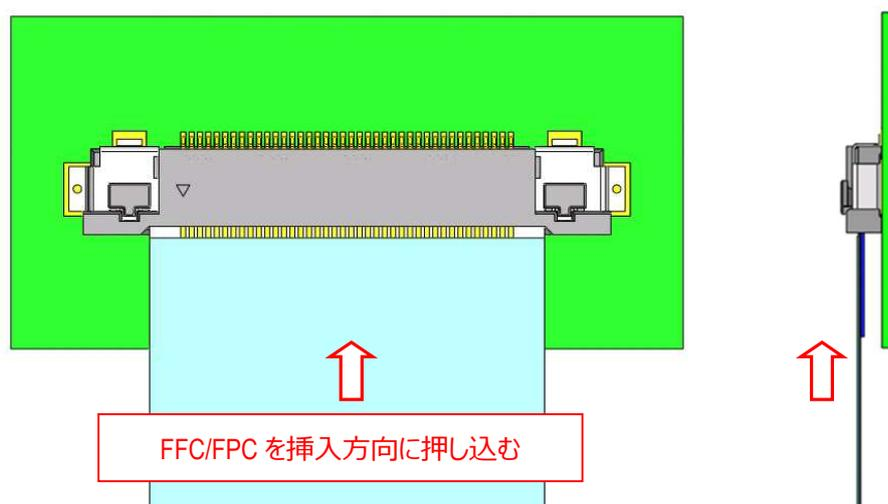

図. 3-1 FFC/FPC 抜去方法 1
- ① 図 3-1 の様に、一旦 FFC/FPC を挿入方向にしっかりと押し込む。